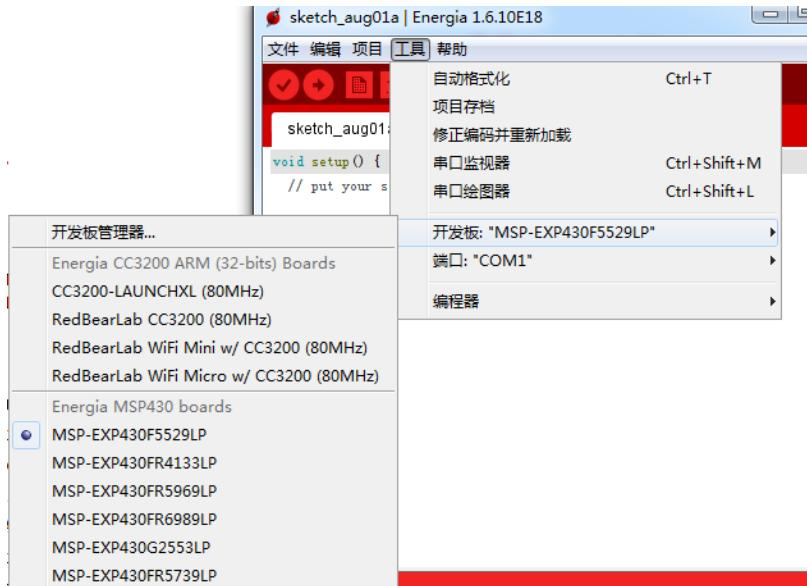

图 2-10 支持的开发板
5. 安装完成后可进入工具->开发板下查看已经安装的开发板，相比较图 2-5，图 2-10 多了 CC3200 系列开发板。